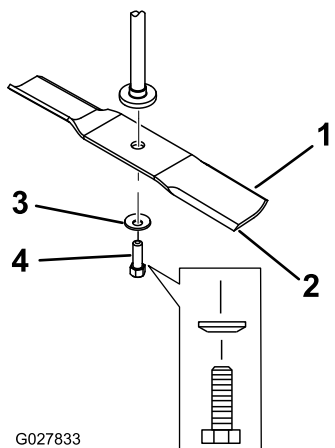

Figure 56
2. Enlevez de l'axe le boulon, la rondelle bombée et la lame (Figure 56).
1. Placez la lame sur l'axe (Figure 56).
2. Montez la rondelle bombée (face concave vers la lame) et le boulon de lame (Figure 56).